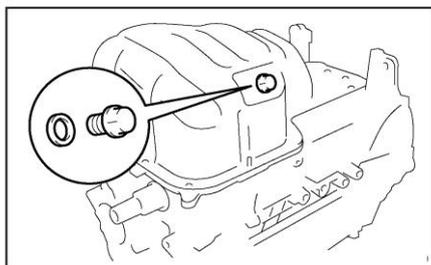

Рисунок II-117
1. Отверните сливную пробку и шайбу с масляного поддона и слейте моторное масло (см. Рисунок II-117).
8. Заверните сливную пробку и шайбу поддона (см. *Рисунок II-117*).